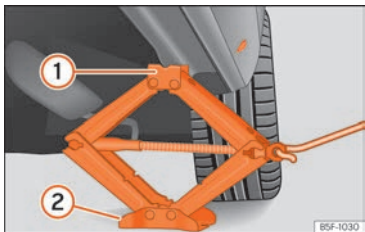

Abb. 198 Längsholm: Wagenheber ansetzen.
- Drehen Sie die Kurbel des unter dem Aufnahmeplatz des Längsträgers befindlichen Wagenhebers, bis sich die Nase (1) >>> **Abb. 198** unter der vorgesehenen Einführung befindet.
- Richten Sie den Wagenheber so aus, dass sein Aufnahmehorn (1) in die dafür vorgesehene Aufnahme am Längsträger „greift“ und die bewegliche Grundplatte (2) plan auf dem Boden aufliegt. Die Bodenplatte (2) muss sich dabei senkrecht unter dem Aufnahmeplatz (1) befinden.